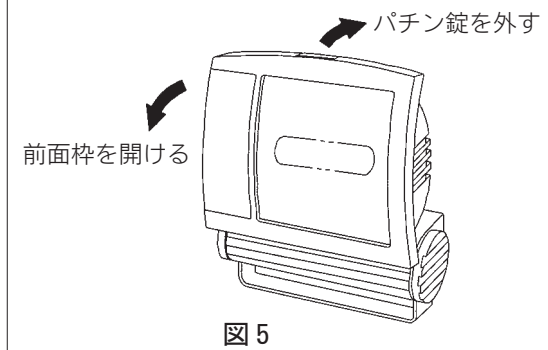

図5
1. 投光器上面のパチン錠を外し、前面枠を開いてください。その際、開閉により前面ガラスを構造物にぶつけないように注意してください。ガラスの破損による落下の原因になることがあります(図5)。